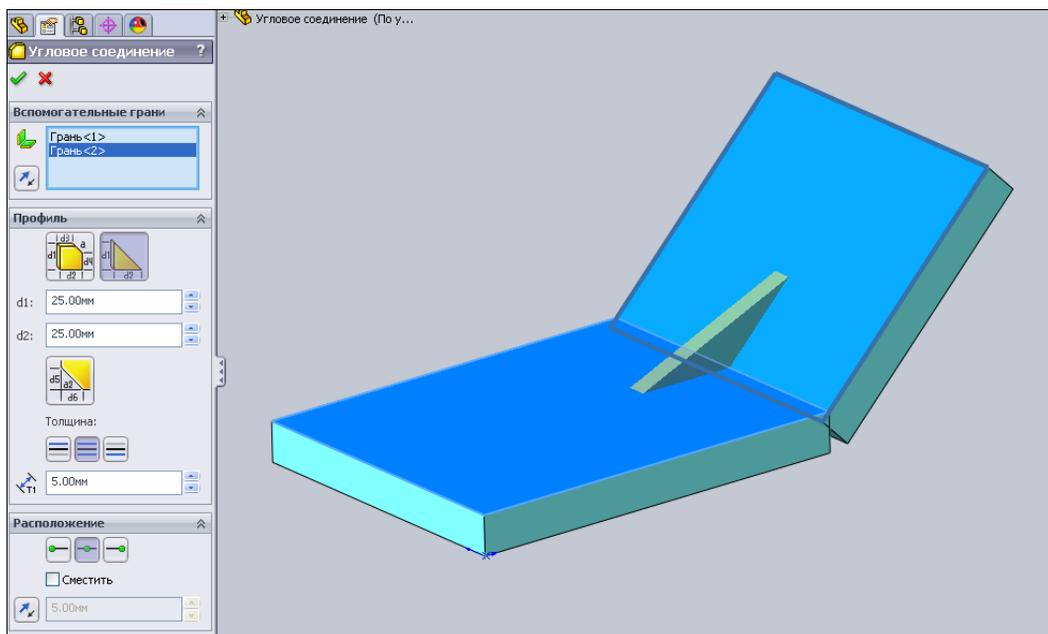

Рис. 5.48
8. Вызовите команду  — **Угловое соединение**. Щелкните мышью в поле **Вспомогательные грани**, а затем выберите их на детали, как показано на рис. 5.48.
9. В качестве профиля выберите треугольный профиль. Задайте параметры так, как указано на рис. 5.48, и нажмите кнопку **ОК** .